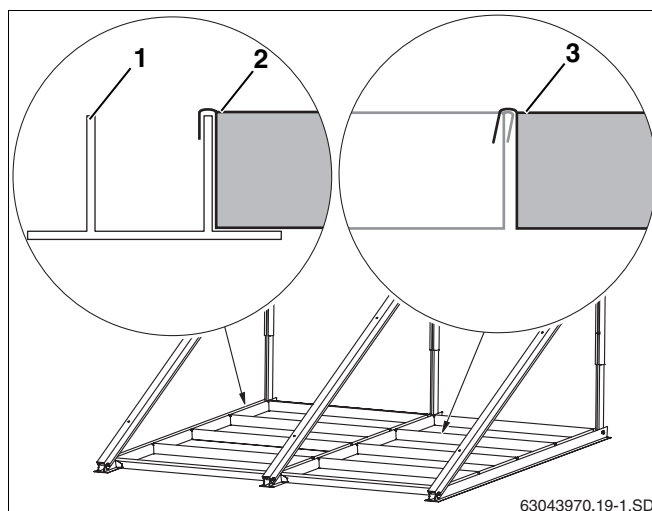

Fig. 27 Por colector 4 tinas de carga
- ▶ Colocar as tinas de carga (fig. 27, **item 2**) nos perfis inferiores (fig. 27, **item 1**) e encaixá-las entre si (fig. 27, **item 3**).